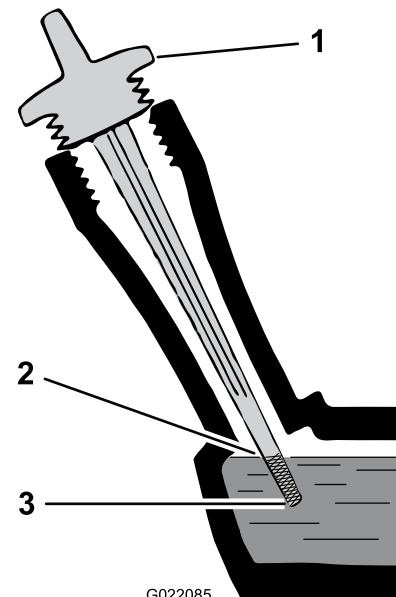

Figura 29
- Vierta aceite **lentamente** por el tubo de llenado de aceite, comprobando el nivel con la varilla de vez en cuando, hasta que la varilla indique que el motor está lleno (Figura 29). **No llene demasiado.**